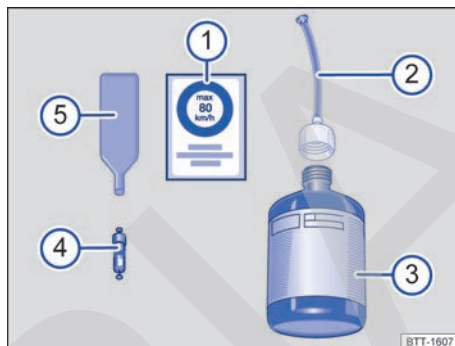

Fig. 243 Representación esquemática: componentes del kit reparapinchazos.
El kit reparapinchazos se compone de los siguientes elementos → fig. 243:
- ① Conmutador de encendido y apagado
- ② Tornillo de descarga de aire
- ③ Indicador de la presión de los neumáticos
- ④ Tubo de inflado
- ⑤ Conector de 12 voltios
- ⑥ Compresor de aire
El **desmontaobuses** → fig. 243 ⑤ lleva en el extremo inferior una ranura para el obús de la válvula. Solo así se puede desenroscar y volver a enroscar el obús de la válvula del neumático. Esto también vale para el obús de repuesto ④.
11. Pegue el adhesivo → fig. 243 ① del kit reparapinchazos en el tablero de instrumentos, dentro del campo de visión del conductor.
- Desenrosque el obús de la válvula con el desmontaobuses → fig. 243 ⑤ y deposítelo sobre una base limpia.
- Agite enérgicamente la botella de sellante → fig. 243 ③ unas cuantas veces.
- Enrosque fijamente el tubo de llenado → fig. 243 ② en la botella de sellante en el sentido de las agujas del reloj. El precinto de la boca de la botella se perfora automáticamente.
- Retire el tapón del tubo de llenado → fig. 243 ② e introduzca el extremo abierto en la válvula del neumático por completo.
- Enrosque nuevamente el obús en la válvula del neumático con ayuda del desmontaobuses → fig. 243 ⑤.